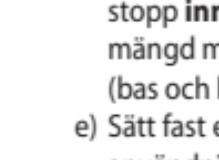

Fig. 1
- Pressa den svarta låsregeln under kolven på baksidan av applikatorn uppåt. Dra kolven så långt bak som möjligt. (Fig 1).